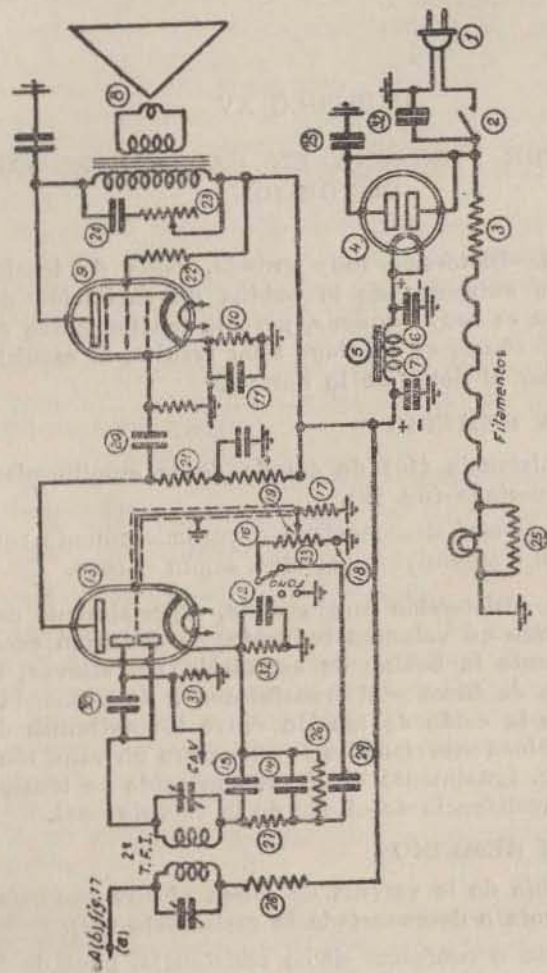

Fig. 18.—Receptor funciona mal en radio con distorsión. Averías en los pasos final y preamplificador
184.—Resistencia (10) de cátodo de la amplificadora cortada (fig. 18).
**EFECTO.**—Chasquidos que se producen intermitentemente sin sujeción a ningún ritmo (fig. 18).
Conéctese un condensador (25) de 0,05 microfaradios y alto aislamiento entre la placa de la rectificadora y el chasis (fig. 18).